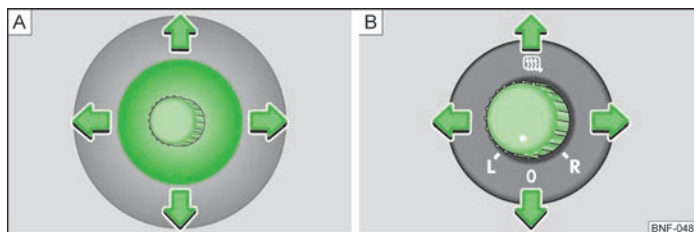

Fig. 34 În portieră, buton de reglare / buton rotativ: pentru oglinzile exterioare mecanice / pentru oglinzile exterioare electrice
► Cu ajutorul butonului de reglare, aduceți suprafața oglinzii în poziția dorită » fig. 34 - [A]. Mișcarea suprafeței oglinzii este identică cu mișcarea butonului de reglare.
► Aduceți butonul rotativ în poziția ☰ » fig. 34 - [B].
► Aduceți butonul rotativ în poziția L » fig. 34 - [B]. Mișcarea suprafeței oglinzii este identică cu mișcarea butonului rotativ.